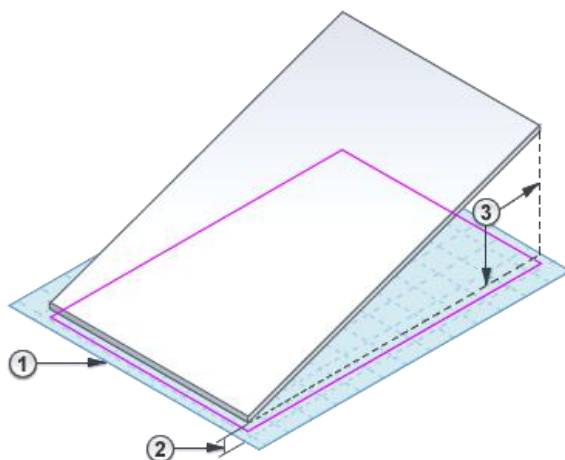

图 4-15 各参数的定位
若指定单条楼板绘制线的“定义坡度”和“坡度”属性值。选择一条边界线，在“属性”选项板上选择“定义固定高度”、选择“定义坡度”选项、输入“坡度”值③。（可选）输入“标高”①和“相对基准的偏移”②的值，见图 4-15。单击“√完成编辑模式”。